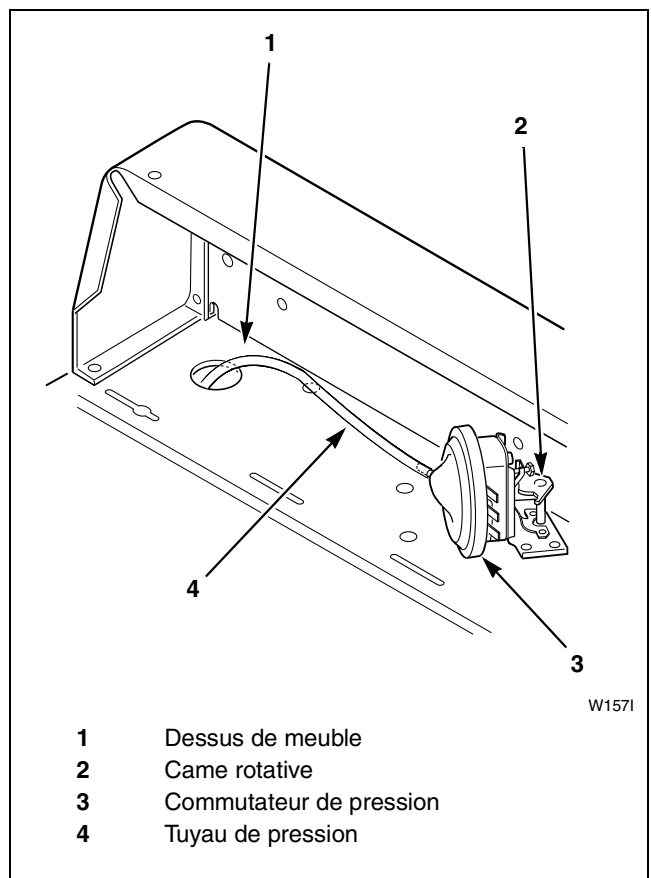

Figure 48
3. Tourner la came du commutateur de pression dans le sens des aiguilles d'une montre pour diminuer la hauteur de remplissage d'eau ou dans le sens inverse des aiguilles d'une montre pour augmenter la hauteur de remplissage d'eau. Se reporter à *Figure 48*.